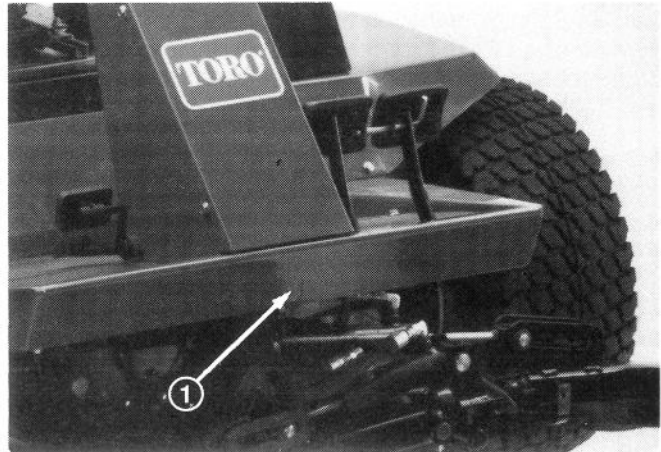

Abbildung 18
2. Eine angemessene Kette, ein Seil oder Kabel an der Mitte der vorderen Chassisstrebe anbringen (Abb. 18).